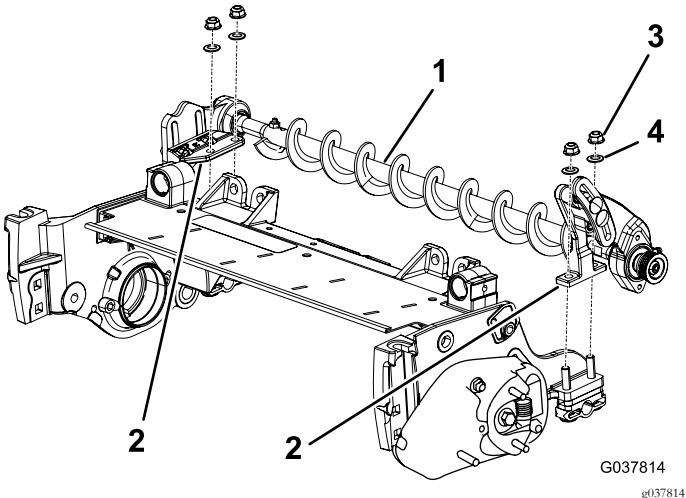

Figure 5
- Placez les supports de montage de la brosse de rouleau sur les boulons des supports (Figure 5).